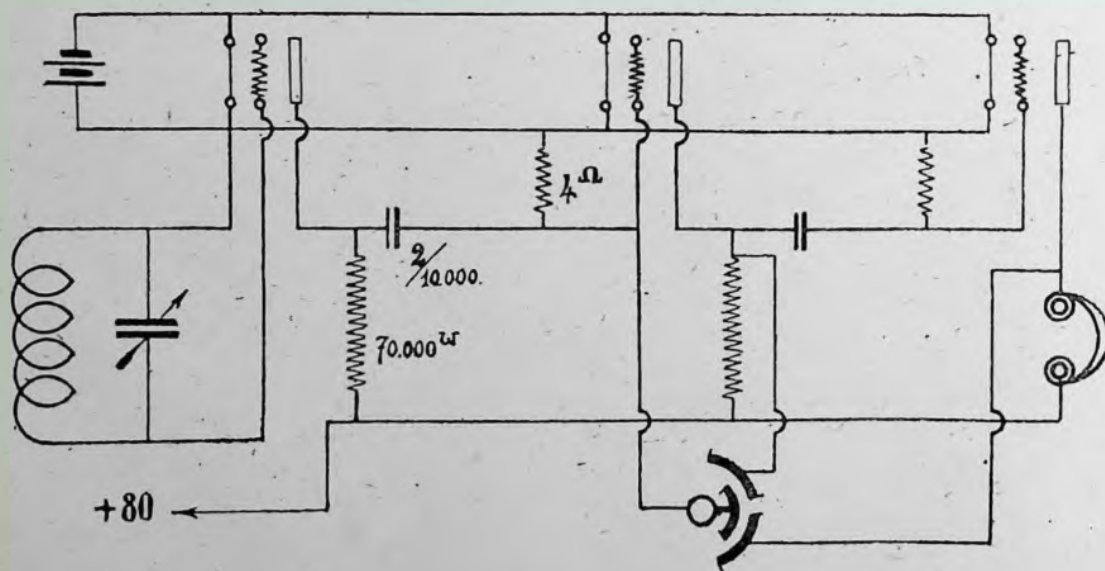
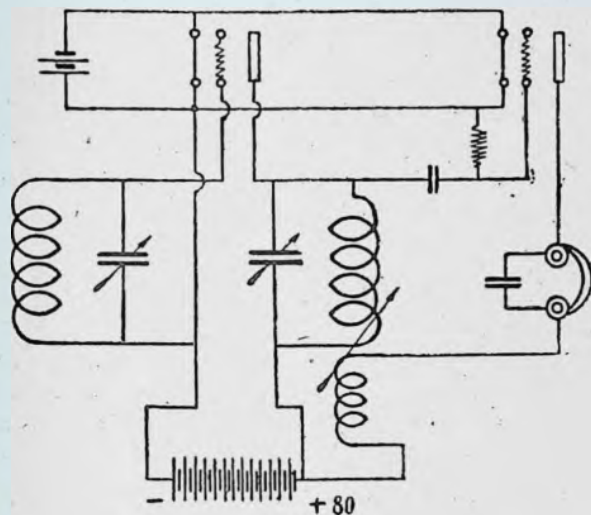

Fig. 14
Fig. 15
liser un tel couplage ? *Tout simplement en faisant réagir notre réaction sur la seconde grille au lieu de la première.* L'amplificateur à résistance sur la figure 14 est ainsi monté et les oscillations qui peuvent prendre naissance dans les deux dernières lampes n'influencent pas sur la première. Le même principe peut s'appliquer aux amplificateurs à transformateurs, ou bien à selfs (fig. 15). Ces montages ne sont d'ailleurs que ceux analogues à ceux des mono-lampes en avant desquels on a monté une lampe fonctionnant en amplificatrice, mais ne participant pas à la réaction. Cependant, par suite des capacités intenses de cette lampe, il arrive quelquefois que le circuit de réception oscille un peu, mais toujours bien plus faiblement que dans le cas d'une réaction directe (1).